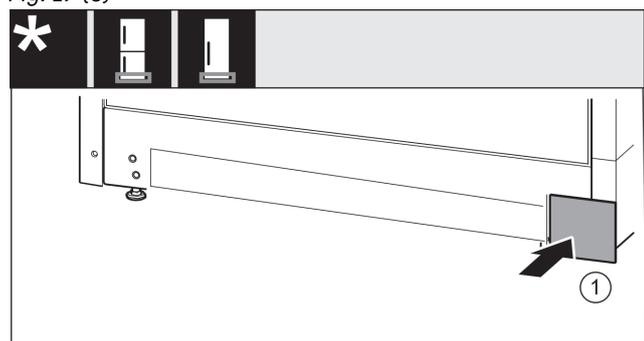

Fig. 20
- Vuelva a colocar la cubierta en el otro lado. Fig. 20 (1)